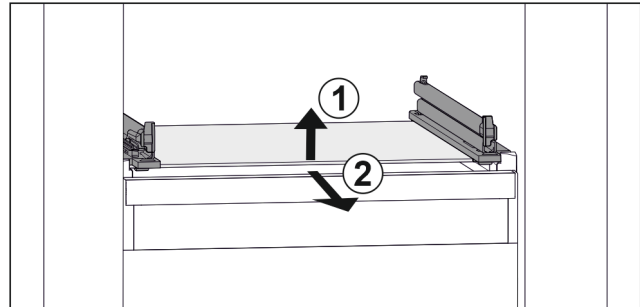

Fig. 102 Exemple de représentation de la tablette en verre
- ▶ Soulever la tablette en verre par l'avant. Fig. 102 (1)
- ▶ Retirer la tablette en verre par l'avant. Fig. 102 (2)